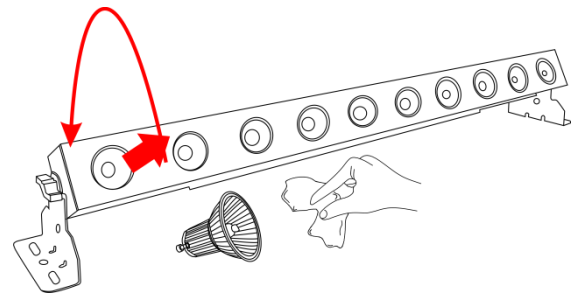

Abb.06
- 04) Drücken und drehen Sie die Lampe gegen den Uhrzeigersinn und entfernen Sie sie (Abb. 06).